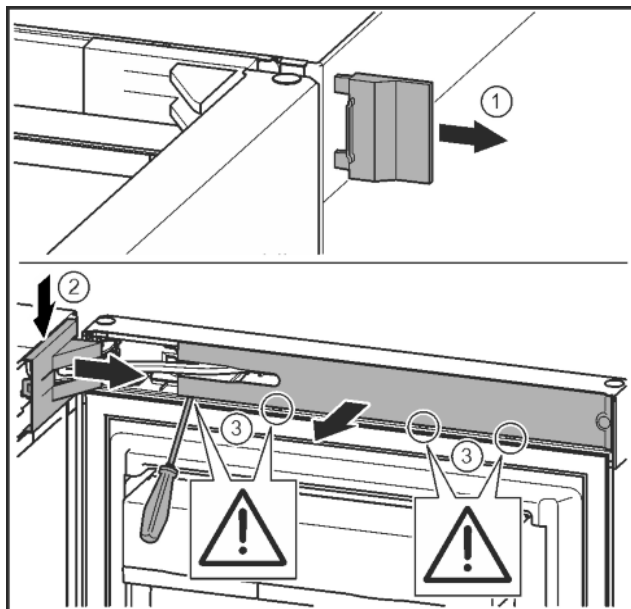

Fig. 7
- ▶ Buitenste afdekking verwijderen. *Fig. 7 (1)*
- ▶ Lagerbusafdekking ontgrendelen en losmaken. Afdekking van de lagerbus verwijderen. *Fig. 7 (2)*
- ▶ Paneel met de sleufschroevendraaier losmaken en naar de zijkant draaien. *Fig. 7 (3)*